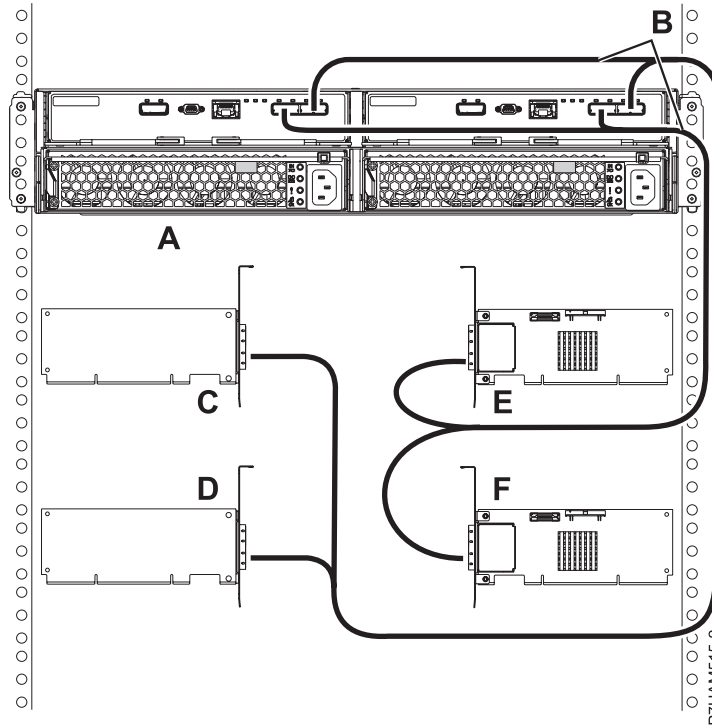

Figure 41. Mode 4 de connexion d'un boîtier d'unité de disque 58/87 via des câbles X à quatre adaptateurs SAS indépendants
14. Effectuez la connexion de mode 4 d'un boîtier d'unité de disque 58/87 (A) via des câbles X (B) à quatre adaptateurs SAS indépendants, comme illustré dans la figure 41, à la page 76.